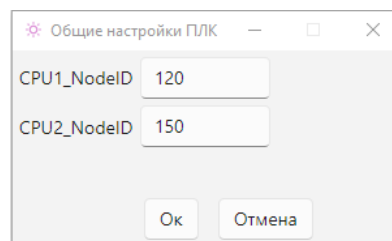

Рисунок 9.4.1 – Удаление модулей.
- В полях задайте значение адреса для контроллера 1 и 2 соответственно (см. рисунок 9.4.1).